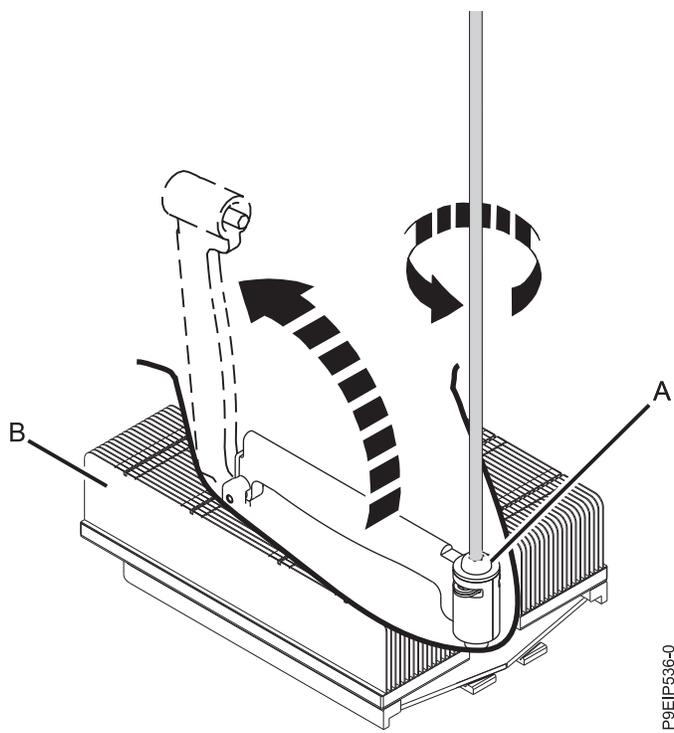

図 41. ヒート・シンクのロード・アームねじを緩める
4. #3 Phillips ドライバーを使用して、取り外すシステム・プロセッサ・ヒート・シンク **(B)** のロード・アームねじ **(A)** を緩めます。ロード・アームが、44 ページの図 41 に示す方向に旋回して上がります。